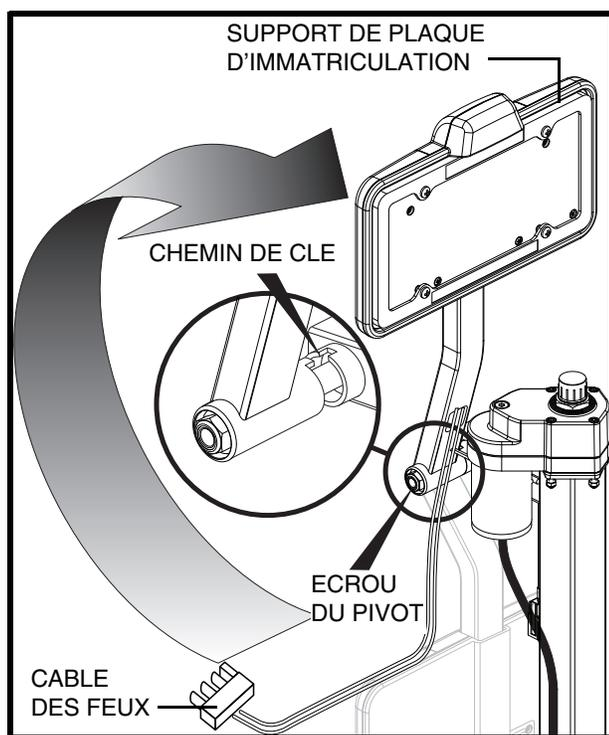

Figure 8. Support de plaque d'immatriculation
Le support de plaque d'immatriculation doit être pivoter vers le haut lors de l'installation. **Voir la figure 8.**
2. Pivotez le support vers la position verticale. Lorsque celui-ci sera bien à la verticale, il se bloquera en place automatiquement. **Voir la figure 8.**
3. Assurez-vous de bien engager le chemin de cle. Resserrez l'ecrou du pivot si vous l'avez desserre. **Voir la figure 8.**